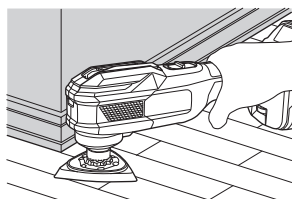

Fig. 15
- (1) Mettre l'outil sous tension et utiliser le sélecteur pour régler la vitesse de l'outil d'application.
- (2) Placer délicatement l'outil d'application sur le matériau et déplacer l'outil d'application d'avant en arrière à un rythme où le mouvement n'est pas ralenti. (Fig. 15)